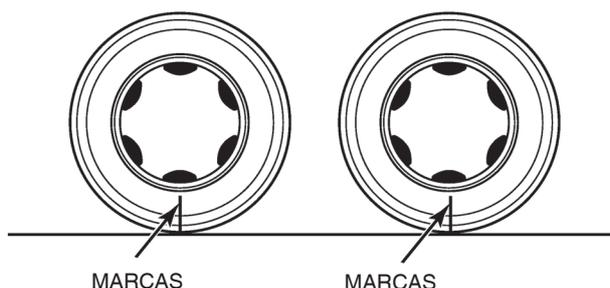

Figura 4.16
5. Marque uma posição relativa idêntica nos pneus do eixo anterior e eixo posterior. Figura 4.16.